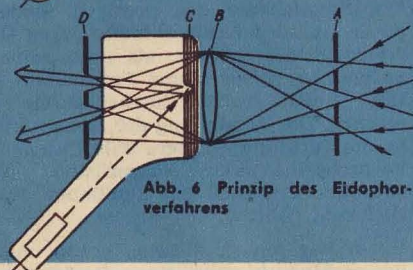

Abb. 6 Prinzip des Eidophorverfahrens
Vor einigen Jahren wurde dann von den beiden Schweizer Technikern Fischer und Thiemann ein für Fernseh Zwecke interessantes brauchbares Lichtsteuerungsverfahren entwickelt. „Eidophor“ ist ein griechisches Wort und heißt zu deutsch „Bildträger“. Man versteht hierunter denjenigen Teil des Lichtventils, der die Lichtsteuerung bewirkt und etwa dem Zungenraster in Abb. 4 entspricht. Beim Eidophorverfahren wird als Bildträger eine zähe Flüssigkeit verwendet, die naturgemäß horizontal ausgebreitet sein muß. Der inzwischen verstorbene Prof. Fischer entdeckte nämlich, daß sich auf einer Flüssigkeitsoberfläche durch Bestrahlung mit einem feinen Elektronenstrahl eine Vertiefung bildet. Diese Vertiefung wirkt auf einfallendes gerichtetes Licht ablenkend und zerstreuernd. Sorgt man nun dafür, daß das nicht abgelenkte Licht am Verlassen der Apparatur gehindert wird, so erhält man ein geradezu ideales Lichtventil (Abb. 6). Auf dem Boden einer dosenförmigen Elektronenstrahlröhre befindet sich die zähe Flüssigkeit, in die der aus dem seitlichen Arm der Röhre austretende Elektronenstrahl die erwähnte Vertiefung eindrückt. Von unten nach oben wird die Flüssigkeit von gerichtetem Licht durchflutet. Das Licht passiert der Reihe nach ein erstes Spaltsystem (A), eine Optik (B), die Flüssigkeit (C) und ein zweites Spaltsystem (D). Die konstruktive Gestaltung gewährleistet nun, daß das Licht bei ebener Flüssigkeitsoberfläche das zweite Spaltsystem nicht verlassen kann, weil die Abbildungsoptik die Lücken des ersten Spaltsystems gerade auf die Stege des zweiten Spaltsystems abbildet. Nur an der Stelle, wo sich auf der Flüssigkeit die Vertiefung befindet, wird das Licht abgelenkt, so daß es durch die Lücken des oberen Spaltsystems hindurchtreten kann. Dieses Streulicht wird dazu benützt, die Flüssigkeitsoberfläche mit Hilfe eines Umlenkspiegels und eines Objekts auf die Projektionswand abzubilden (Abb. 7). Bewegt sich der Elektronenstrahl, so bewegt sich die Vertiefung mit, d. h., nacheinander können alle Punkte der Flüssigkeitsoberfläche nach Maßgabe der Strahlstromstärke lichtablenkend wirken. Die Zähigkeit der Flüssigkeit ist dabei so gewählt, daß sich die durch den Strahl bewirkten Vertiefungen nach etwa $\frac{1}{25}$ s wieder glätten. Damit stellt die Flüssigkeit tatsächlich einen Bildträger dar, ein Eidophor, der das Licht, so wie es das Fernsehbild vorschreibt, durch die Lücken des oberen Spaltsystems hindurchtreten läßt und auf diese Weise eine Projektion des Fernsehbildes ermöglicht. Um ein wirklich einwandfreies Bild zu erhalten, sind noch eine Anzahl technischer Kunstkniffe notwendig. Der Elektronenstrahl muß z. B. in rascher Folge unterbrochen werden, die Flüssigkeit muß rotieren und nach der Projektion durch einen Ab-